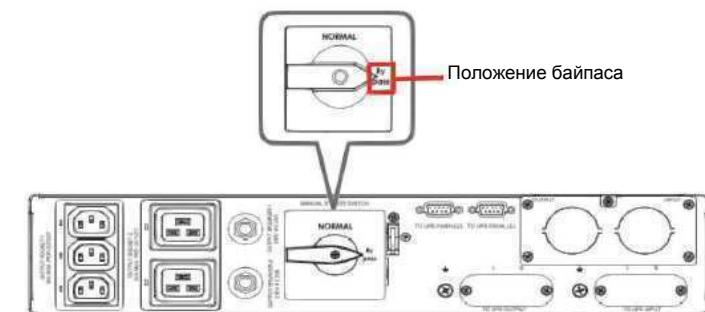

Рисунок 13
- 3 После подтверждения запуска ИБП в режиме байпаса переведите ручной переключатель байпаса в положение байпаса (см. *Рисунок 13*). Теперь подключенные нагрузки получают питание от общего источника.